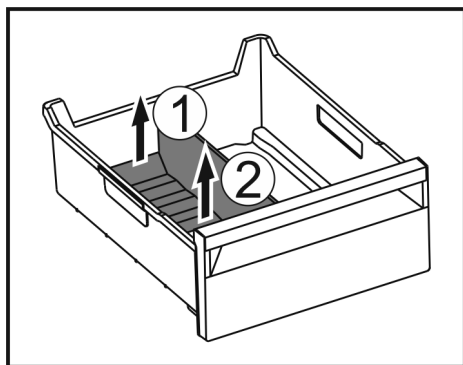

Fig. 184
- Achterste deel van de ijsvak-scheider optillen. Fig. 184 (1)
- IJsvak-scheider er naar boven toe uitnemen. Fig. 184 (2)